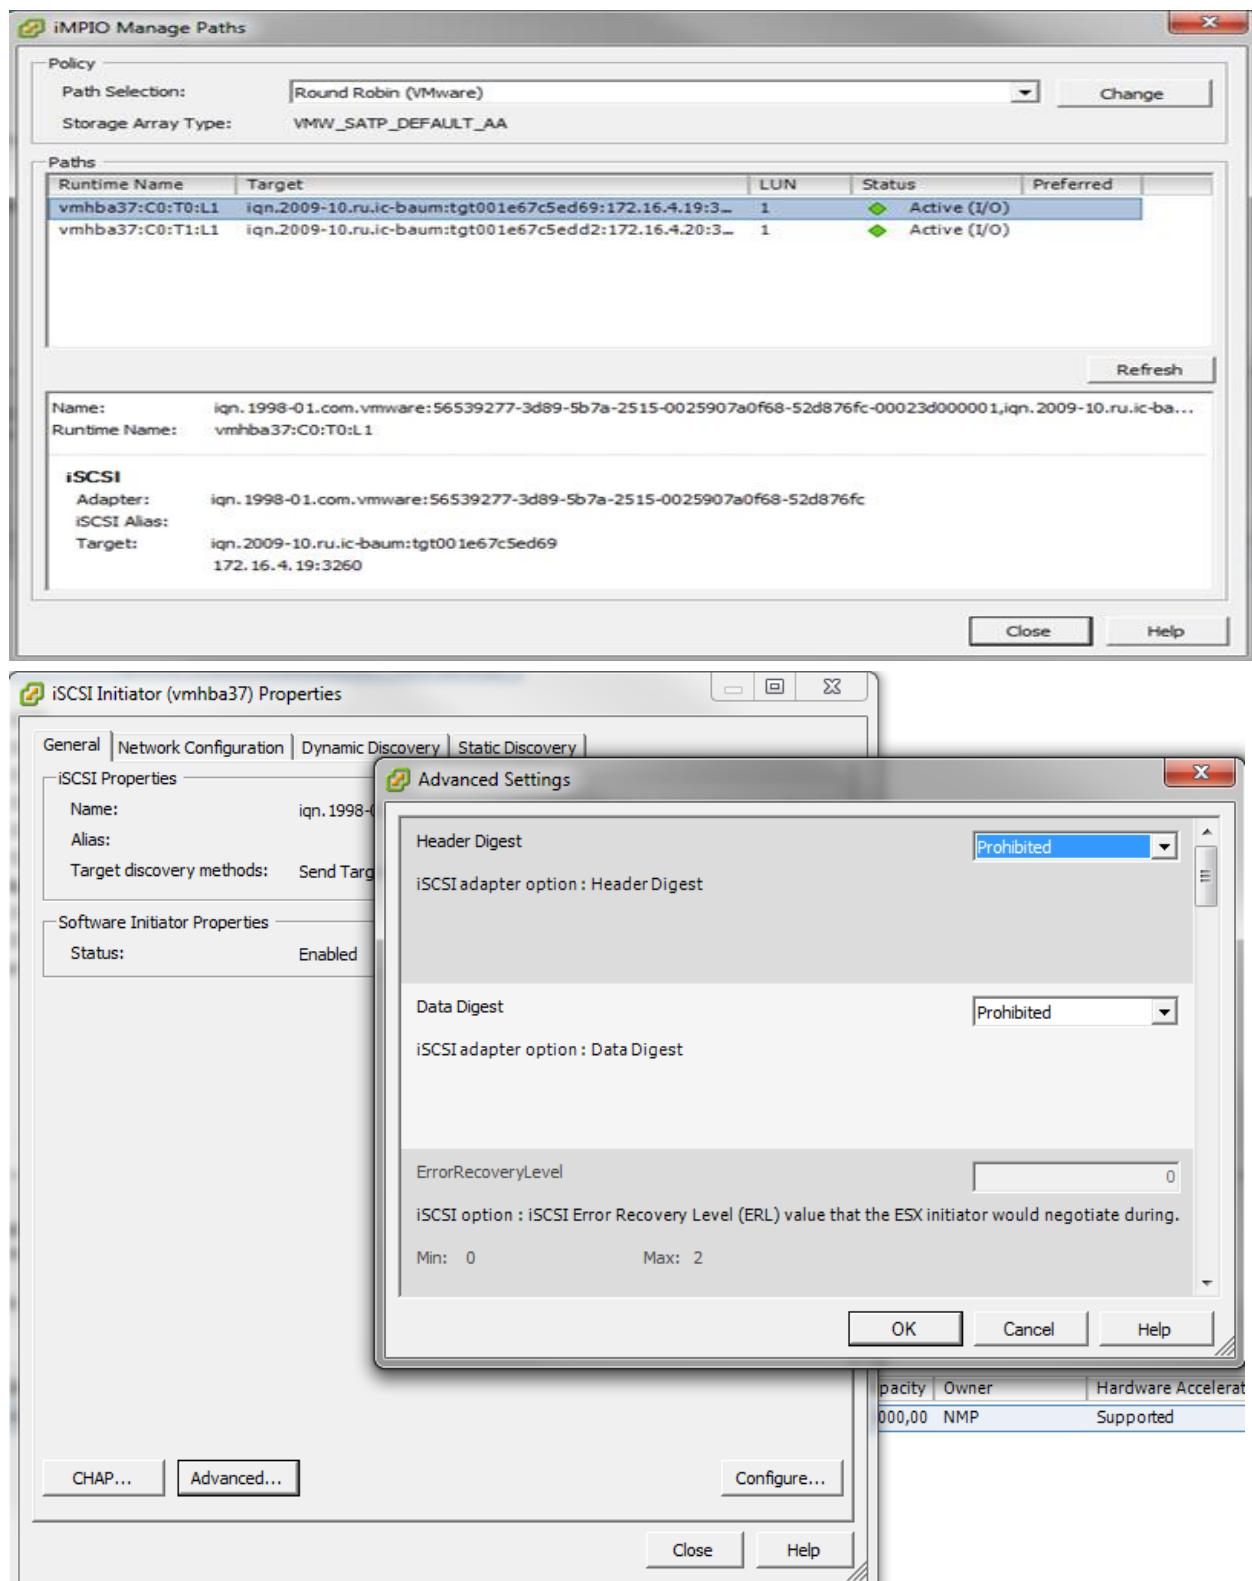

Рисунок 166. Настройка MPIO
3. Выполните настройку MPIO (см. Рисунок 166).